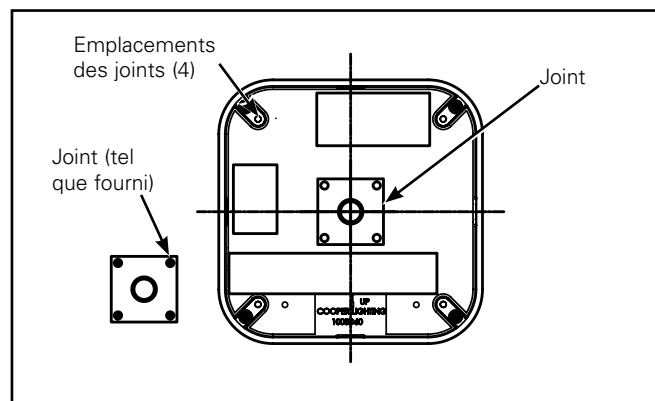

Figure 7 Emplacement du boîtier moulé peu profond
- Retirez les quatre rondelles d'étanchéité des quatre ensembles de joints carrés fournis. Décollez la pellicule protectrice de l'arrière de chaque rondelle d'étanchéité et appliquez-les derrière le boîtier moulé au niveau des quatre trous de fixation (le joint d'étanchéité est adhésif d'un côté). Utilisez le joint carré restant pour sceller le boîtier moulé à la boîte de jonction. (Figure 7.)